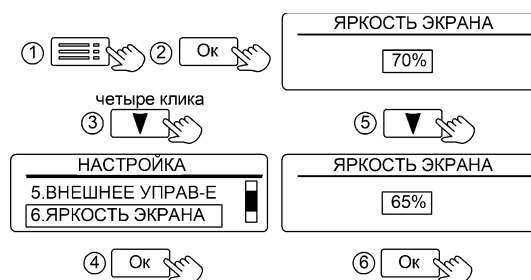

Рисунок 20. Настройка яркости экрана
**11.1.6 «6.ЯРКОСТЬ ЭКРАНА»** - установка яркости экрана по шкале 0-100% с шагом градации 5% (см. рис. 20).